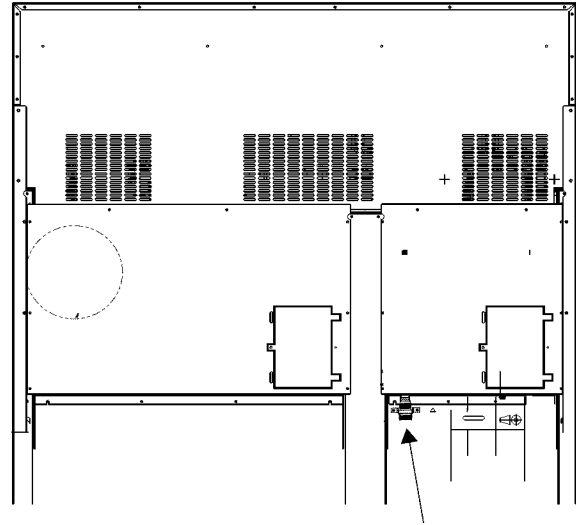
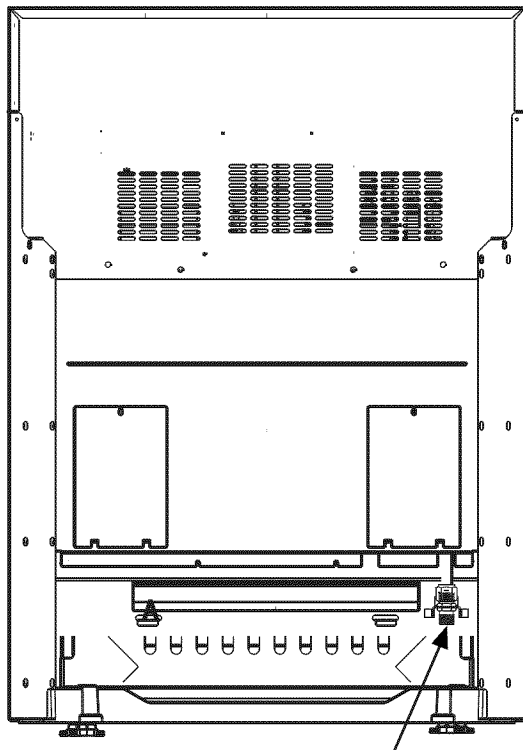

Figura 10: Ubicación del suministro de gas en las estufas de 48”
Figura 9: Ubicación de la línea de suministro de gas para las estufas de 30” y 36”
- Utilice una línea flexible de 3/4" entre el suministro de gas y la línea de suministro del aparato. La línea de suministro de gas está ubicada en la parte inferior derecha de todas las estufas. (Ver *Figura 9* y *Figura 10*). La línea de suministro de gas del aparato es de tipo NPT 1/2". Tenga cuidado de no torsionar la manguera flexible de 3/4" cuando haga dobleces. La longitud sugerida de la manguera es de 48" (1,20 m), sin embargo, por favor revise los códigos locales para los requerimientos en su área antes de la instalación.